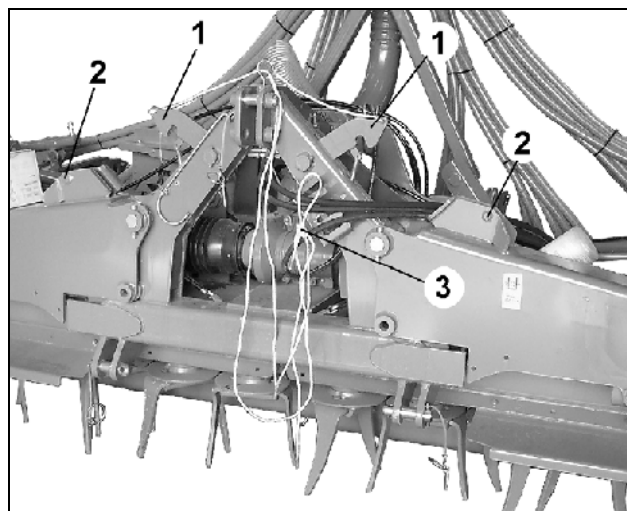

Fig. 110
- Deschideți utilajul prin rabatare, după ce în prealabil ați slăbit blocarea prin intermediul unui cablu din cabina tractorului (Fig. 110/3).